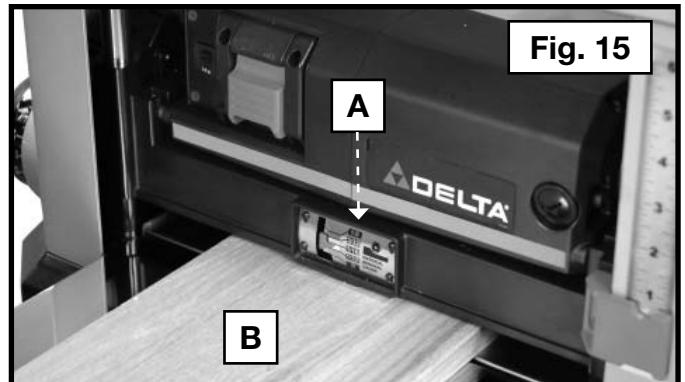

Fig. 15
La raboteuse est munie d'un guide d'enlèvement de matière (A), fig. 15. Il indique la quantité de bois qui sera enlevée en un passage avec le chariot réglé à la hauteur actuelle. Le guide d'enlèvement de matière fonctionne sur toute la largeur du module de tête de la raboteuse.
1. Glisser, dans le milieu, environ 76,2 m (3 po) de la pièce (B), fig. 15, sous le chariot.